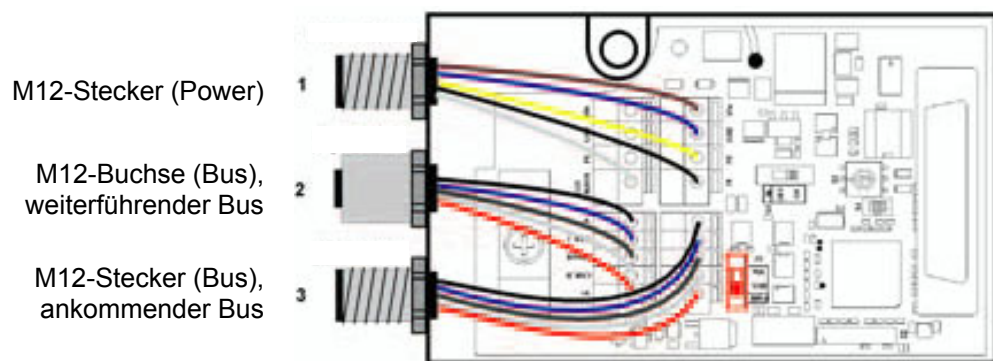

Abbildung 10-5: Montage und Anschluss der optionalen M12-Steckverbinder
5. Litzen gemäß Abbildung 10-5 und Tabelle 10-2 anschließen.